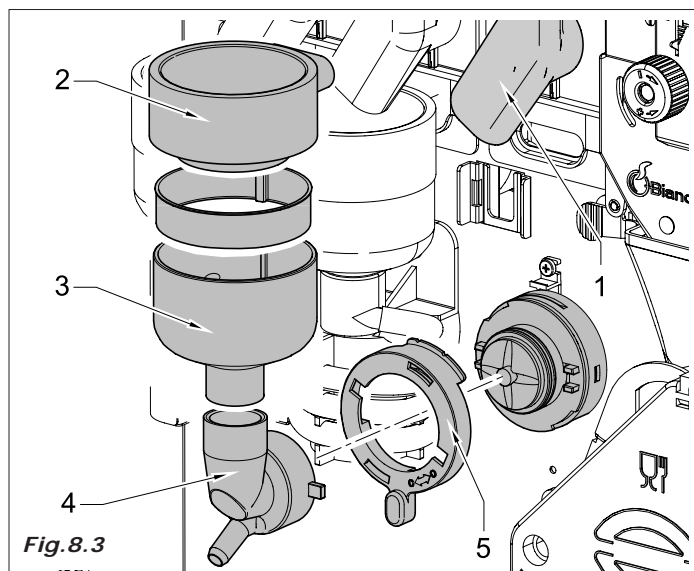

Fig.8.3
- canais e tubos de escorregamento pós (Fig.8.3-pos.1)
- canal água (2), camara miscelacão (3), ventainha de mistura-gem (4) e anel (5).